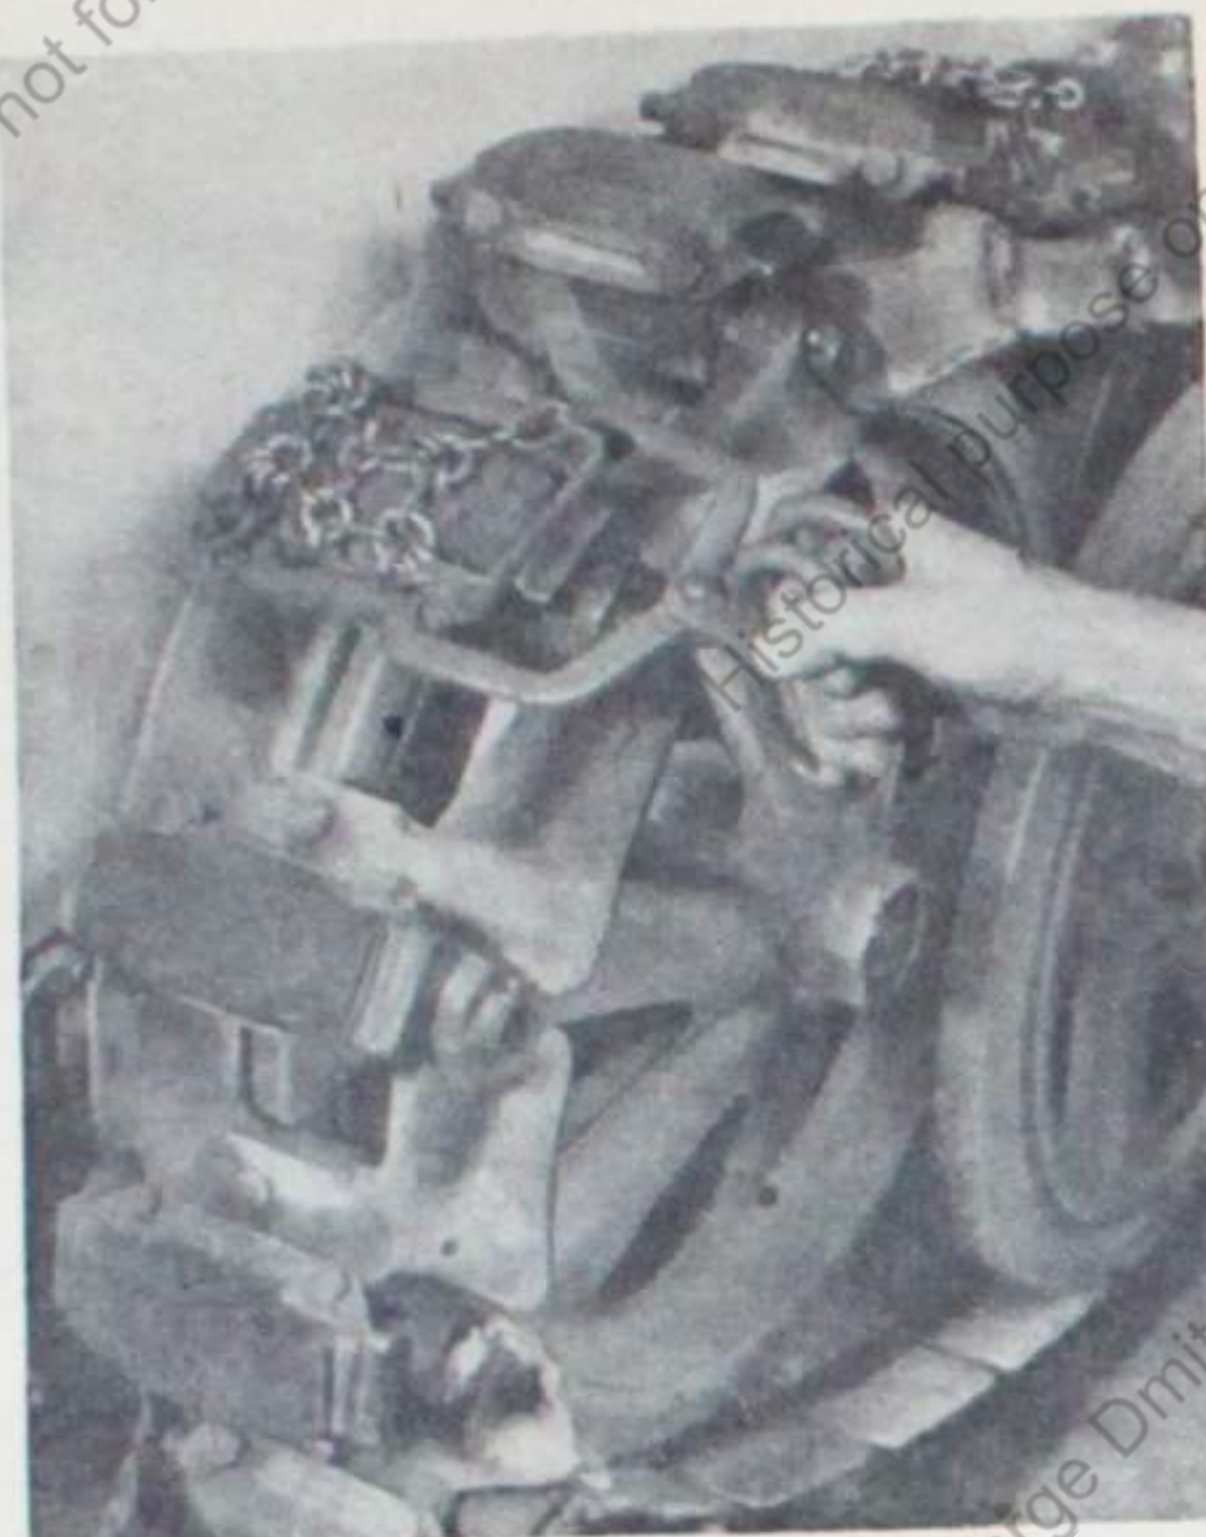

Bild 38
1. Gleitschutzketten unter Verwendung der Spannzangen (Bild 38 und 39) aufziehen.